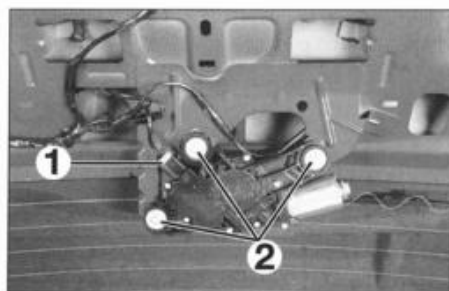

FIG. 73
- Sacar el conector (1) (fig. 73).
- Desmontar los tres tornillos (2) y el motor de limpiaventana.